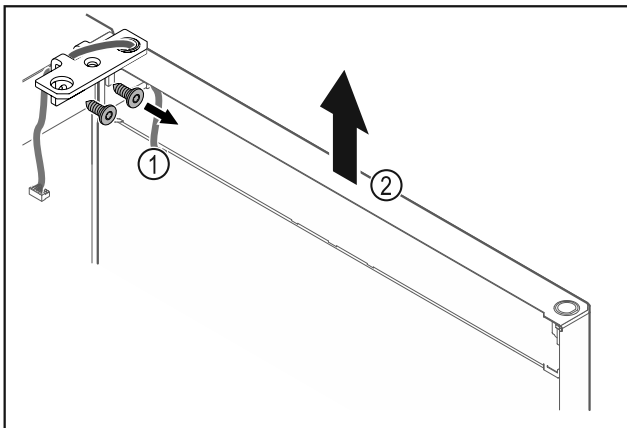

Fig. 26
- Odskrutkujte uholník závesu Fig. 26 (1).
- Zdvihnite dvere vrátane uholníka závesu Fig. 26 (2) cca 200 mm nahor a odoberte ich.